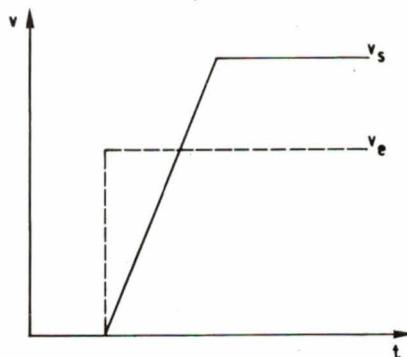

Fig. 7.
- Un signal impulsionnel d'entrée va se transformer en rampe de pente égale à  $(dV/dt)$  (fig. 7).